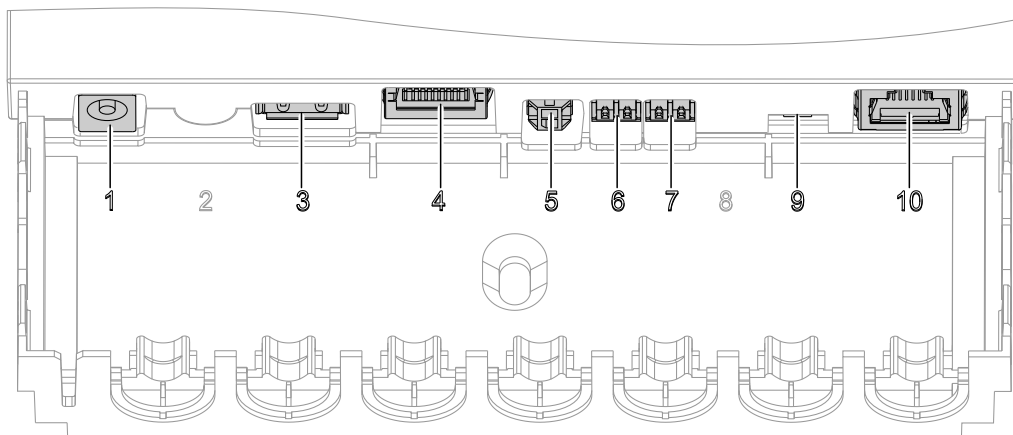

Abb. 5
LON-Verbindungsleitung an der LON-Kupplung des Vitodens (A) und am LON-Anschluss 10 der Vitocom 200 anschließen, siehe Abb. 5.
1. LAN-Verbindungsleitung am LAN-Anschluss **4** der Vitocom 200 einstecken, siehe Abb. 5.
1. Stecker Kleinspannungsseite des beiliegenden Steckernetzteils am Anschluss 1, siehe Abb. 5) der Vitocom 200 einstecken.